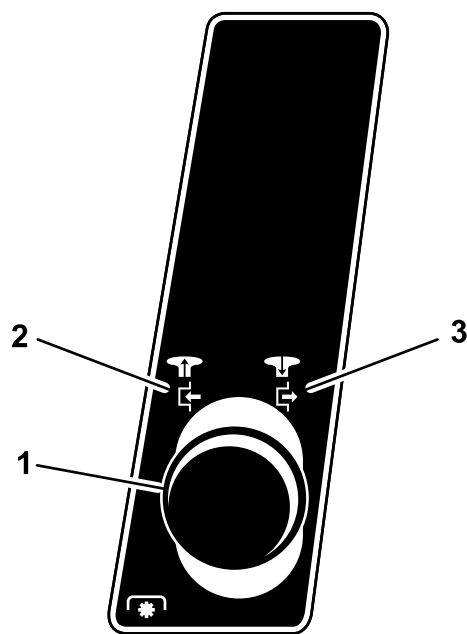

Figura 5
2. Tire hacia fuera del pomo de control de las cuchillas (PTO) a la posición de Engranado (Figura 5).
2. Empuje el pomo de control de las cuchillas (PTO) a la posición de Desengranado (Figura 5).